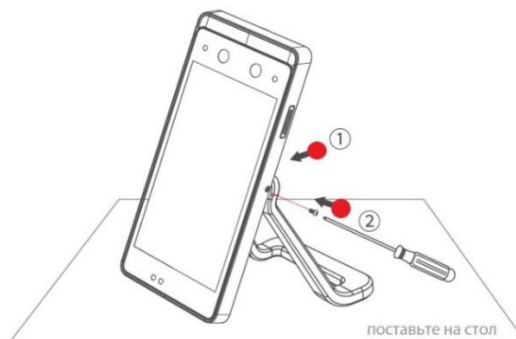

Рисунок 3.7
- 2) Вставьте заднюю панель в устройство и используйте защитный винт, чтобы закрепить устройство на задней панели (рис. 3.7).